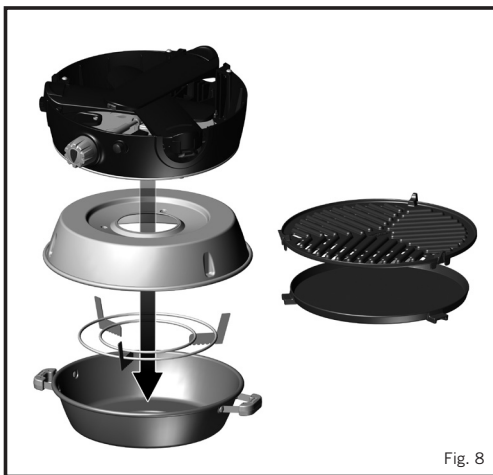

Fig. 8
- Låt apparaten svalna innan du packar in den. Gör ren den, Vik sedan ihop apparaten som beskrivet i avdelning 3 ovan. Sätt först grytan / hunden i botten av påsen. Sätt sedan grytstativet upp-och-ner inuti grytan. Sätt Fettpannan upp-och-ner ovanpå Grytan och Grytstativet. Sätt sedan själva apparaten upp-och-ner ovanpå fettpannan. Lägg in Gallret och den Flata Pannan i deras respektive fack i påsens lock och dra till blixtlåsen. Vik locket över påsen och dra ihop blixtlåset. (Fig. 8)